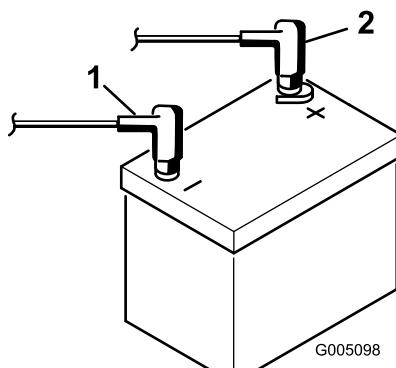

Bild 8
8. Klemmen Sie zuerst das Pluskabel (Rot) am Pluspol (+) der Batterie und dann das Minuskabel (Schwarz) am Minuspol (-) der Batterie an, wobei Sie die Kopfschrauben und Muttern verwenden (Bild 8). Ziehen Sie den Gummischuh über den Pluspol, um Kurzschlägen vorzubeugen.